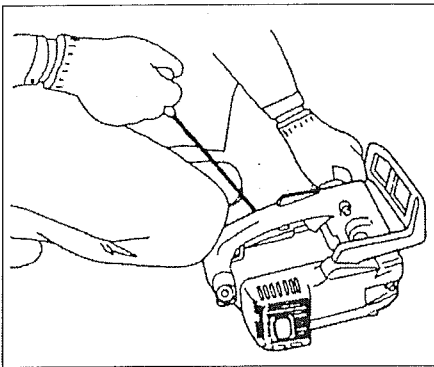

Fig. 2-4
1. Set ignition switch (1) to ON position. Push priming bulb (5) several times so that fuel flows through bulb into carburetor. (If so equipped)
2. With the safety trigger (2) pressed pull throttle trigger (4) and push throttle lock (3), then slowly release the throttle trigger first, then the safety trigger. This will lock the throttle in starting position.
4. Pull recoil starter briskly, taking care to keep the handle in your grasp and not allowing it to snap back. (Fig.2-4)
1. Placez le commutateur d'arrêt (1) en position "marche" (ON). Presser la poire de la pompe d'amorçage (5) (si la machine en est munie) à plusieurs reprises pour que le carburant puisse s'écouler vers le carburateur.
2. Tout en appuyant sur la gâchette de sécurité (2) pressez la commande des gaz (4) et pousser le dispositif de verrouillage de celle-ci (3), puis relâchez ensuite lentement la commande des gaz, puis la gâchette de sécurité. Ceci verrouillera la commande des gaz dans la position de démarrage.
4. Tirer vivement sur la poignée du lanceur à retour automatique, faire attention de ne pas relâcher la poignée brusquement mais d'accompagner son retour (Fig. 2-4).
1. Spostare l'interruttore di accensione (1) su ON. Premere ripetutamente il bulbo della pompa di adescamento (5) per far affluire la miscela al carburatore attraverso il bulbo. (se la macchina ne è fornita)
2. Con il comando di sicurezza (2) premuto, premere il comando dell'acceleratore (4) e premere il pulsante di blocco del gas (3), quindi rilasciare lentamente prima il comando dell'acceleratore e poi il comando di sicurezza. Questa operazione fa rimanere bloccato il comando dell'acceleratore nella posizione di avviamento.
4. Tirare l'avviatore autoavvolgente rapidamente, facendo attenzione a tenere saldamente l'impugnatura in modo che non sfugga dalla presa e non scatti all'indietro. (Fig. 2-4)
2. Bei hineingedrücktem Sicherheitshebel (2) den Gashebel (4) betätigen und den Drosselklappenfeststeller (3) drücken. Danach langsam zunächst den Gashebel und dann den Sicherheitshebel loslassen. Die Drosselklappe ist nun in Anlaßposition festgestellt.
4. Den Griff gut mit der Hand festhalten, um Rückschläge zu verhindern, und dabei in kräftigen, schnellen Bewegungen am Zugstarter ziehen. (Fig. 2-4)
2. Con el gatillo de seguridad (2) presionado, tirar del gatillo del acelerador (4) y empujar la traba del acelerador (3) y luego aflojar lentamente primero el gatillo del acelerador y luego el gatillo de seguridad. De esta manera, quedará bloqueado el acelerador en la posición de arranque.
4. Tirar enérgicamente del arrancador de recuperación, tomando la precaución de mantener la manija bien sujeta evitando que salte de las manos. (Fig. 2-4)
2. Håll gasreglagespärren (2) nedtryckt, tryck på gasreglaget (4) och tryck in gasspärren (3). Släpp därefter först gasreglaget och därefter gasreglagespärren långsamt. Då låses gasreglaget i startläget.
4. Drag snabbt i starthandtaget Var noga med att hålla fast handtaget i handen, så att det inte släpps tillbaka. (Fig. 2-4)